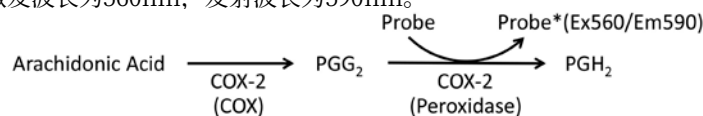

图1. 碧云天环氧化酶-2 (COX-2)抑制剂筛选试剂盒(S0168)筛选COX-2抑制剂的原理图。Probe*表示催化生成的强荧光探针。
- 本试剂盒的检测的基本原理参考图1。在辅助因子(Cofactor)存在的情况下, COX-2使用其环氧化酶(COX)活性把花生四烯酸(Arachidonic Acid)等底物环氧化生成PGG2等中间产物, 继而COX-2使用其过氧化物酶(peroxidase)活性把PGG2等中间产物催化生成PGH2等最终产物, 同时把几乎没有荧光的COX-2探针(Probe)催化生成有强荧光的探针(Ex560/Em590)。这样通过荧光检测就可以非常灵敏地检测COX-2的酶活性。如果在反应中加入COX-2抑制剂(Inhibitor), 荧光的生成就会被抑制, 荧光强度与抑制剂的抑制效果成反比, 这样就可以检测出抑制剂的抑制效果。本反应生成的强荧光探针的最大激发波长为571nm, 最大发射波长为585nm, 推荐检测时的激发波长为560nm, 发射波长为590nm。